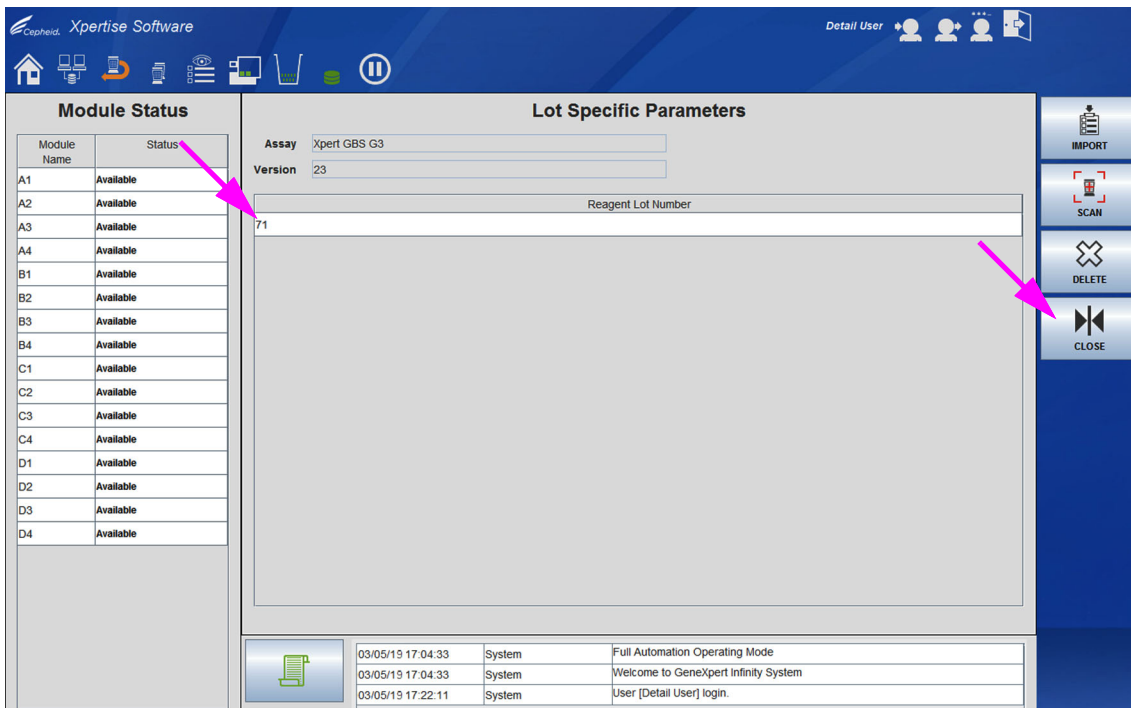

図 2-65. ロット特異的パラメータワークスペース、試薬ロット番号の追加
6. 新しいロット番号が試薬ロット特異的パラメータリストに表示されます。図 2-65 を参照。
7. 試薬ロット特異的パラメータ (Lot Specific Parameters) ワークスペースで**閉じる (CLOSE)** ボタンを選択して、アッセイの管理 (Manage Assays) メニューに戻ります。図 2-65 を参照。
2. **ロット特異的パラメータ (LOT SPECIFIC PARAMETERS)** ボタンを選択します。試薬ロット特異的パラメータ (Lot Specific Parameters) ワークスペースボックスが表示されます。図 2-65 を参照。